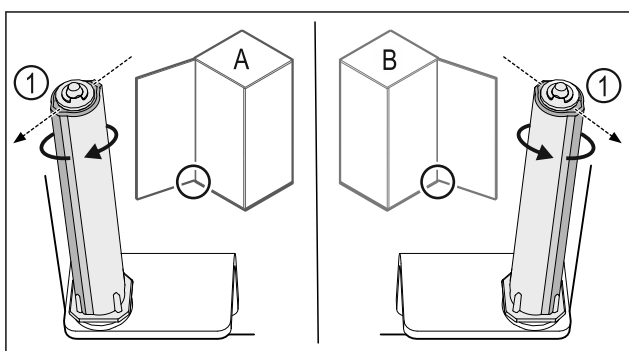

Fig. 50 Battuta a sinistra (A) / battuta a destra (B)
- Ruotare il sistema di chiusura contro la resistenza fino a quando la sporgenza del sistema di chiusura Fig. 50 (1) non è rivolta verso l'esterno.